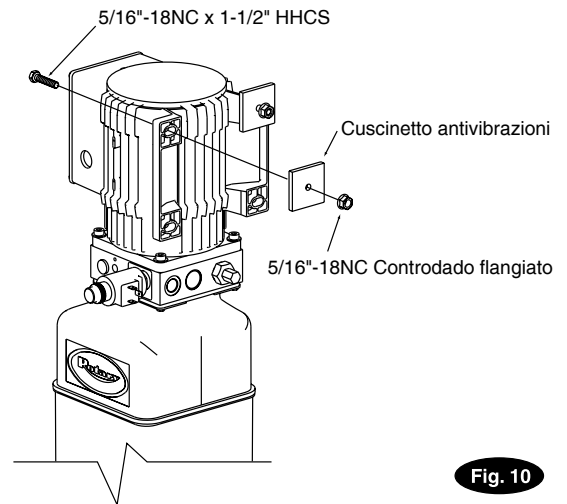
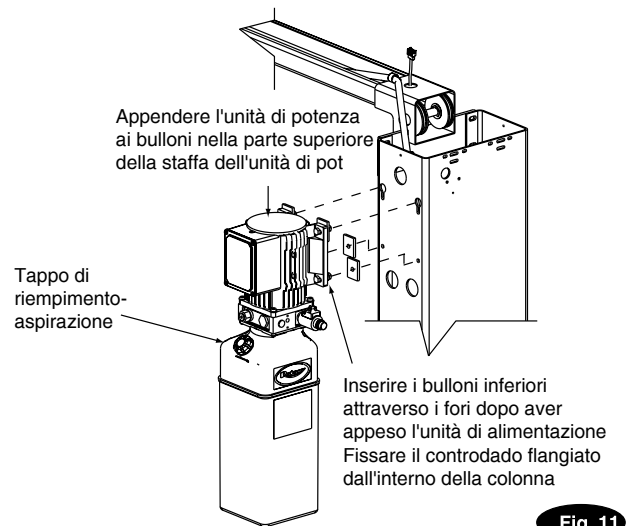
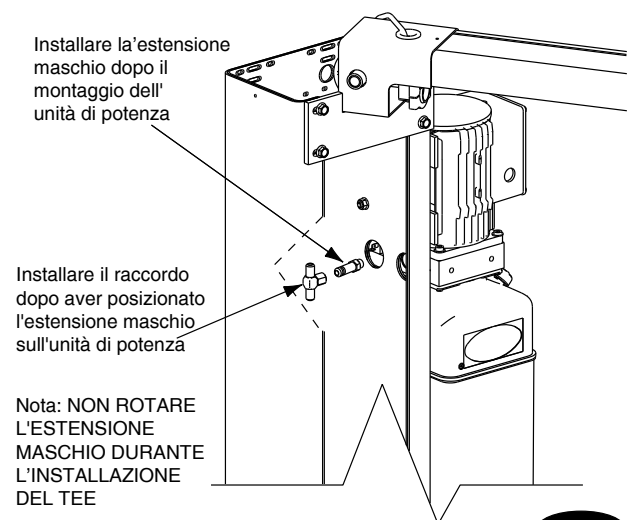

Fig. 10
Fig. 11
Fig. 12
Inserire (2) viti HHCS da 5/16"-18NC x 1-1/2" nei fori superiori della staffa dell'unità di potenza utilizzando il cuscinetto antivibrazioni per tenerlo in posizione, Fig. 10. Installare i dadi flangiati 5/16"-18NC fino a quando l'estremità del bullone è a filo con l'estremità del dado. Installare l'unità di potenza sull'estensione della colonna, Fig. 11. Far scorrere la combinazione bullone/dado nella serie di fori superiore e fino alla parte inferiore della scanalatura. Installare le HHCS, il cuscinetto antivibrazioni e le HHCS flangiate nei fori inferiori dell'unità di potenza e serrare. (Assicurarsi di collocare un cuscinetto antivibrazioni tra l'unità di alimentazione e l'estensione della colonna). Serrare le viti HHCS superiori e dado. Installare e serrare a mano l'estensione maschio alla pompa fino a quando l'O-ring è inserito, Fig. 12. Continuare a serrare il controdado a 14-20Nm (1,4-2,1kg-m), o finché il dado e la rondella non si sporgono dal collettore della pompa.
Installare il raccordo girevole femmina sulla prolunga maschio, Fig. 12. Utilizzare la procedura di serraggio dei raccordi svasati per serrare il raccordo girevole femmina alla prolunga maschio.